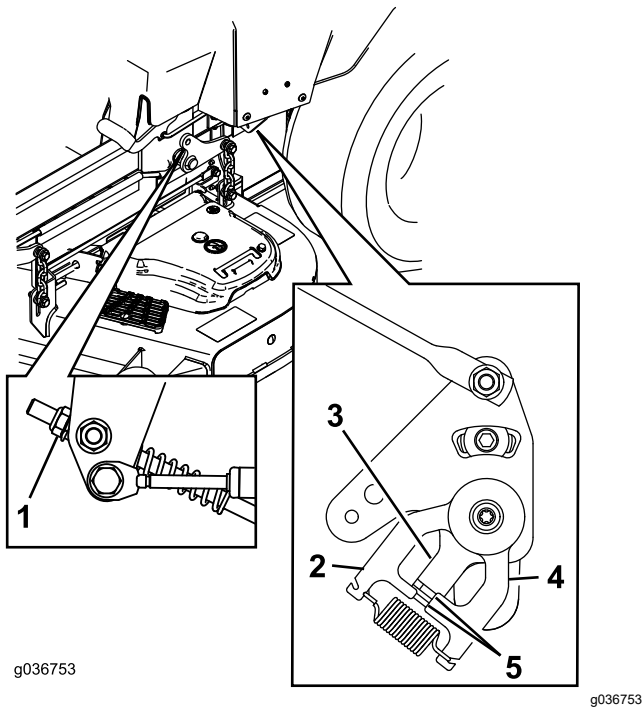

Figure 78
11. Réglez la longueur des tiges de pompes en tournant l'écrou dans le sens voulu jusqu'à ce que les roues tournent légèrement en marche arrière (Figure 77 et Figure 78).